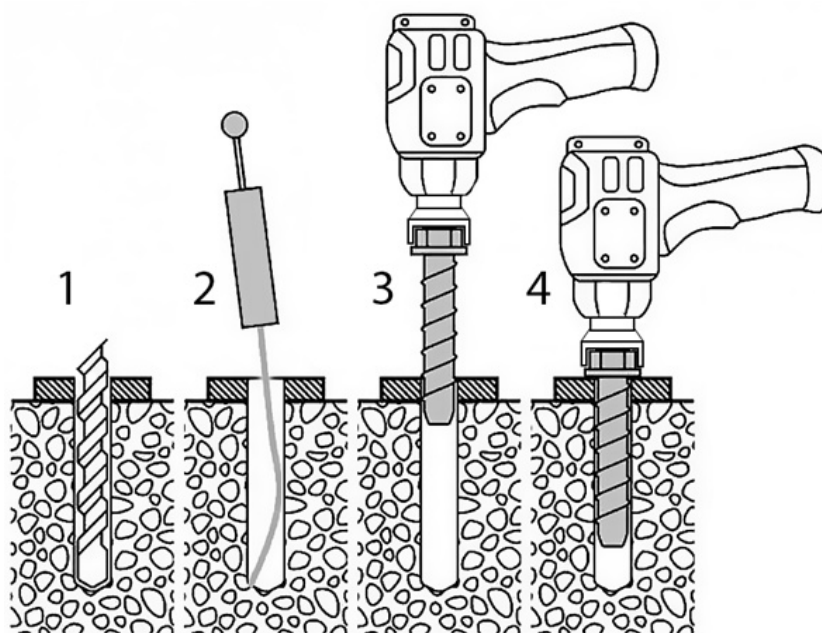

Рисунок 8.1 Встановлення та фіксація кришок стовпів
5. Після складання бар'єр необхідно закріпити на фундаменті за допомогою анкерів самонарізних, які постачаються в комплекті. Для розмітки отворів рекомендується використовувати як шаблони отвори в металевих опорах бар'єра. Після виконання розмітки перед свердлінням підлоги опори рекомендуємо відставити в бік. Свердління виконувати свердлом 10 мм на глибину не менше ніж 100 мм (рис. 8.1). Якщо використовуються свердла більшого діаметра, анкер втратить свою ефективність у процесі експлуатації бар'єра. З отворів у фундаменті необхідно видалити продукти свердління (рис. 8.2). Встановити стовпи бар'єра на свої місця та закрутити анкери. Анкер самонарізний, що встановлюється правильно, буде вкручуватися туго, тому рекомендується використовувати гайковерт ударний із гнучким валом (рис. 8.3 та 8.4). Гайковерт ударний для закручування анкерів самонарізних, що йдуть у комплекті, має забезпечувати крутний момент 950 Нм та вище.